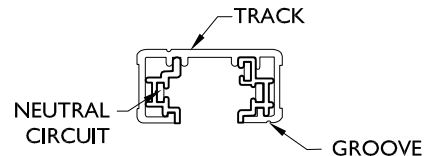

FIG. 1
A. SINGLE CIRCUIT TRACK FIG. 1